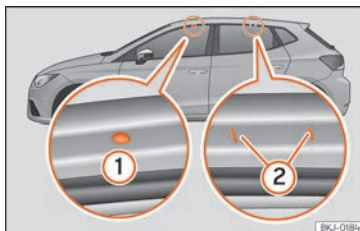

Fig. 121 Points de fixation des barres longitudinales pour la galerie porte-bagages du toit.
Les points de fixation avant et arrière ① et ② sont visibles uniquement lorsque les portes sont ouvertes » **fig. 121**.